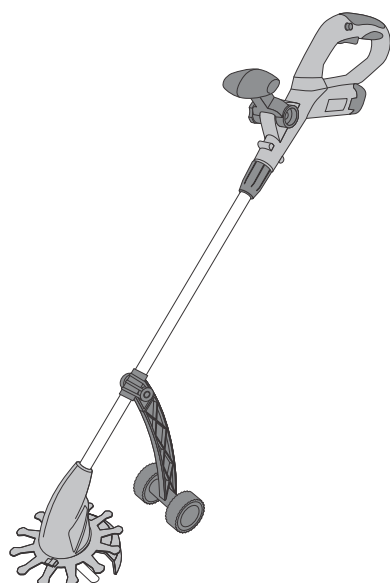

図17
- ①補助キャスターに取付けてある補助キャスター固定ノブナットと補助キャスター固定部品を取り外してください。(図17)